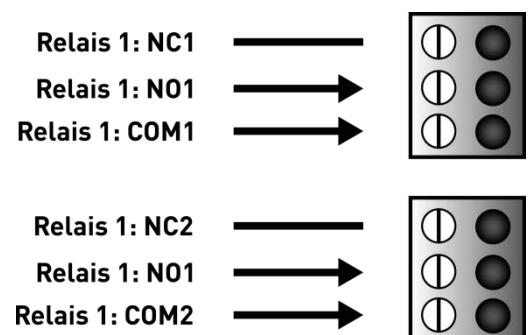

Abb. 9: Relais-Ausgang 1 und 2, 3-polig
- Es sind 2 getrennte Relaisausgänge vorhanden, die jeweils als Umschalter ausgeführt sind (Abb. 9).